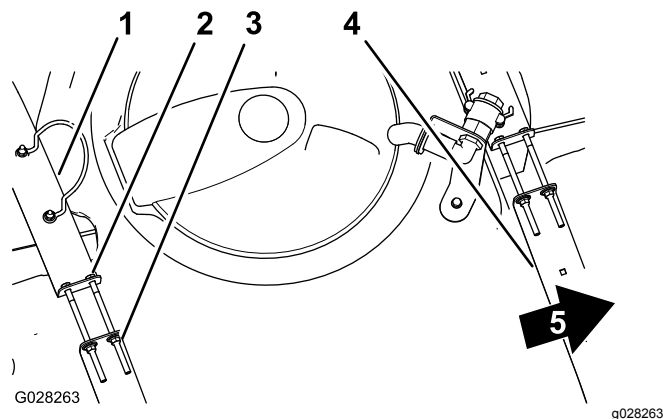

Figure 78
2. Assurez-vous qu'il n'y a pas de jeu entre les sangles de la cuve et la cuve (Figure 78).
3. Si les sangles de la cuve ne sont pas assez serrées, resserrez les contre-écrous à embase et les boulons en haut des sangles jusqu'à ce que ces dernières soient parfaitement en appui sur la surface de la cuve (Figure 78).